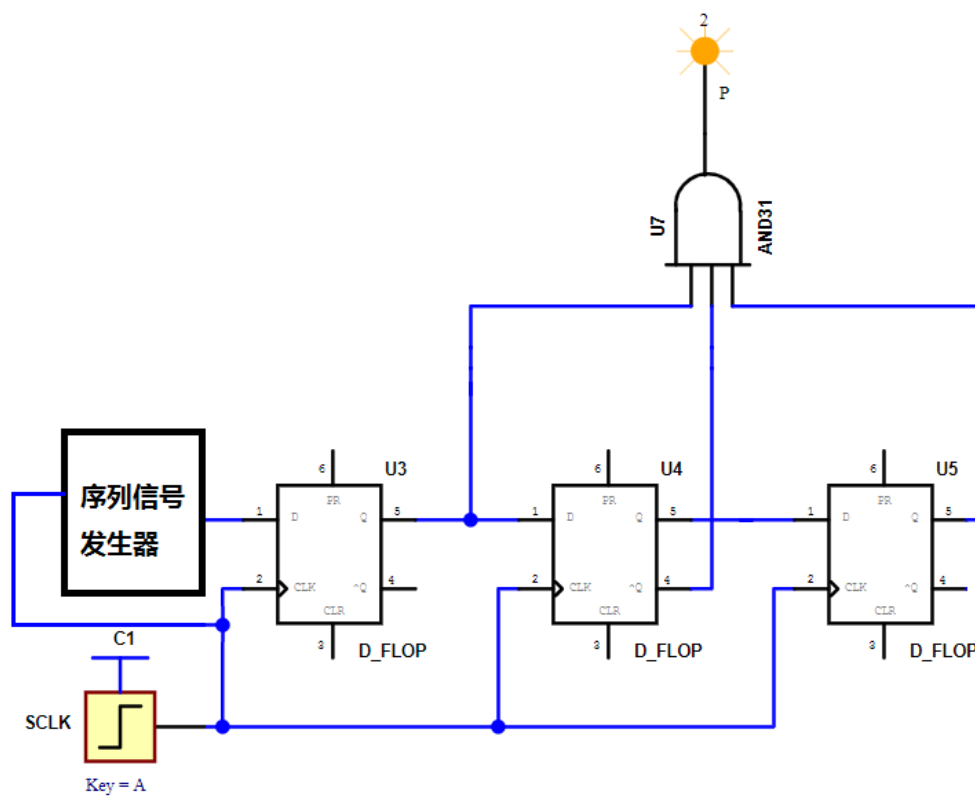

图 7-3：序列信号“101”的检测器
2. 在参考本实验 3.2 节的基础上，先设计一个可以产生序列信号“11110”的序列信号发生器，然后使用 D 触发器设计一个序列信号检测器，当检测到序列信号“11110”时，点亮指示灯。在设计序列信号检测电路时，可以参考图 7-3，其中提供了序列信号“101”的检测电路。注意，序列信号发生器与检测器要使用同一个手动时钟。检测结果信号还可以接入一个计数器，并使用十六进制数码管显示出检测到的序列信号数量。